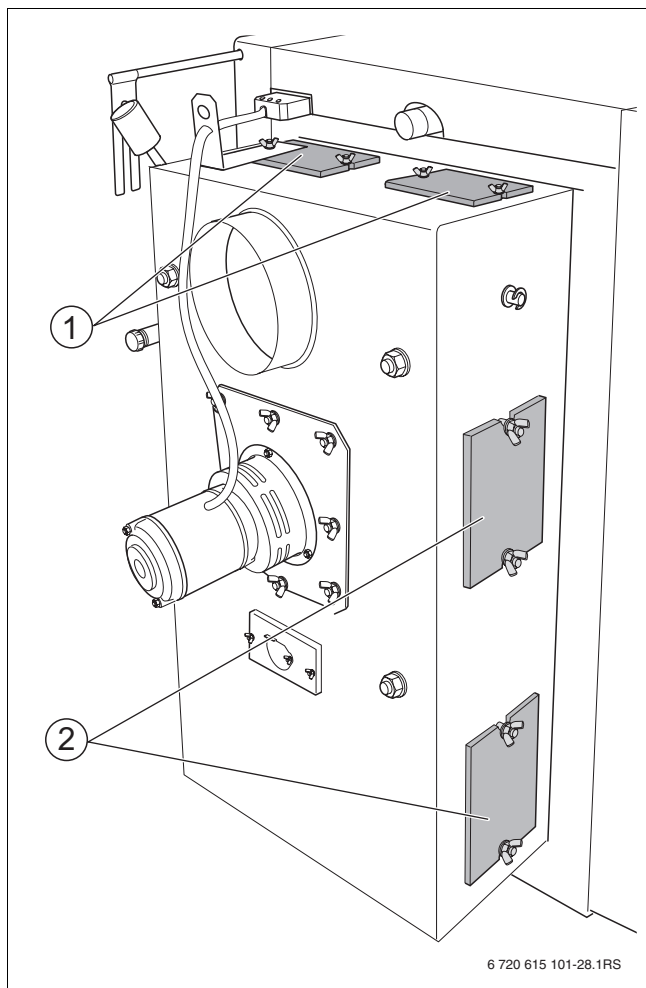

Bild 26 Reinigungsschächte am Abgassammler
- Abgassammler (→ Bild 26, Seite 24) monatlich prüfen und bei Bedarf reinigen.